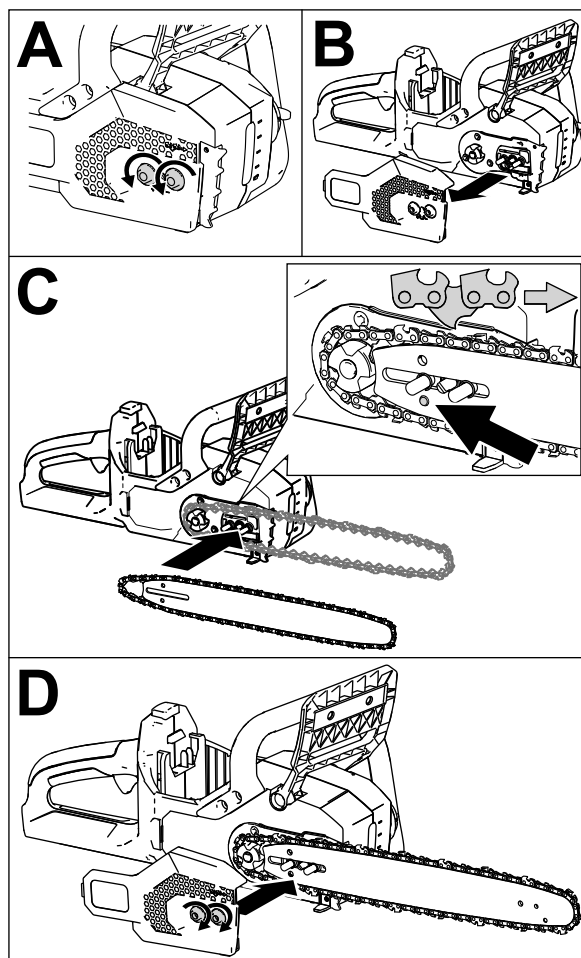

Figura 33
4. Posicione el bucle abierto de la cadena (que no está montado en la espada) alrededor del piñón de arrastre de la motosierra, e instale la espada con la cadena acoplada en la motosierra, como se muestra en la Figura 33.